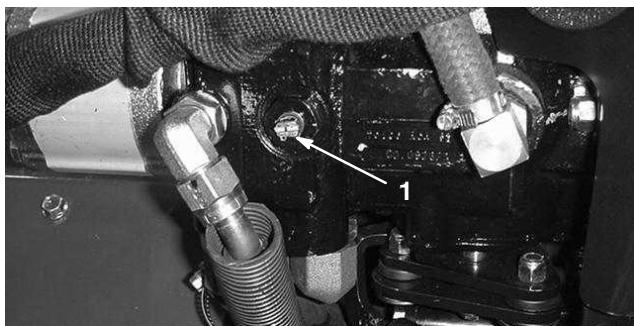

Figure 36
1. Trouvez la vanne de dérivation sur la pompe (Fig. 36) et tournez-la de 90° (le levier doit être horizontal lorsqu'elle est ouverte).